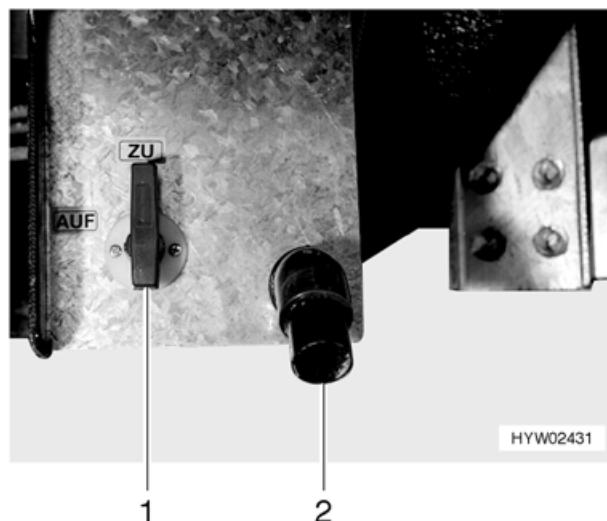

Bild 89 Bedienhebel und Ablauftrohr des Abwassertanks
Für die Abwasserentsorgung befinden sich je nach Modell auf der linken oder rechten Fahrzeugseite ein Ablasshahn und ein Ablaufrohr (Bild 89,2) für den Abwasserschlauch. Der Abwasserschlauch (Serie) befindet sich im Gas- kasten und kann als Verlängerung auf das Ablaufrohr (Bild 89,2) gesteckt werden.
- Zum Öffnen des Ablasshahns den Bedienhebel (Bild 89,1) eine viertel Umdrehung entgegen dem Uhrzeigersinn drehen. Der Bedienhebel steht waagrecht.